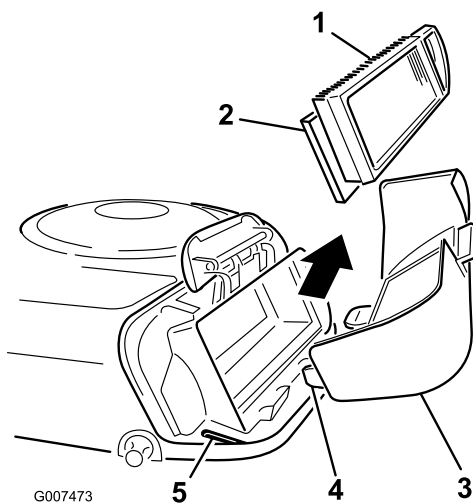

Bild 25
5. Schieben Sie den Papier- und den Schaumeinsatz vorsichtig vom Gebläsegehäuse herunter (Bild 25).
2. Fluchten Sie die Nasen des Luftfilterdeckels mit den Schlitzen im Gebläsegehäuse aus (Bild 25).